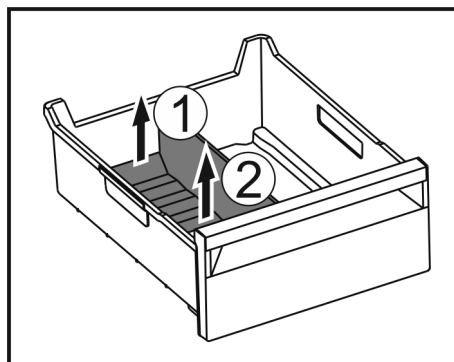

Fig. 138
- ▶ Levantar la parte posterior del separador para congelador. Fig. 138 (1)
- ▶ Extraer el separador para congelador hacia arriba. Fig. 138 (2)